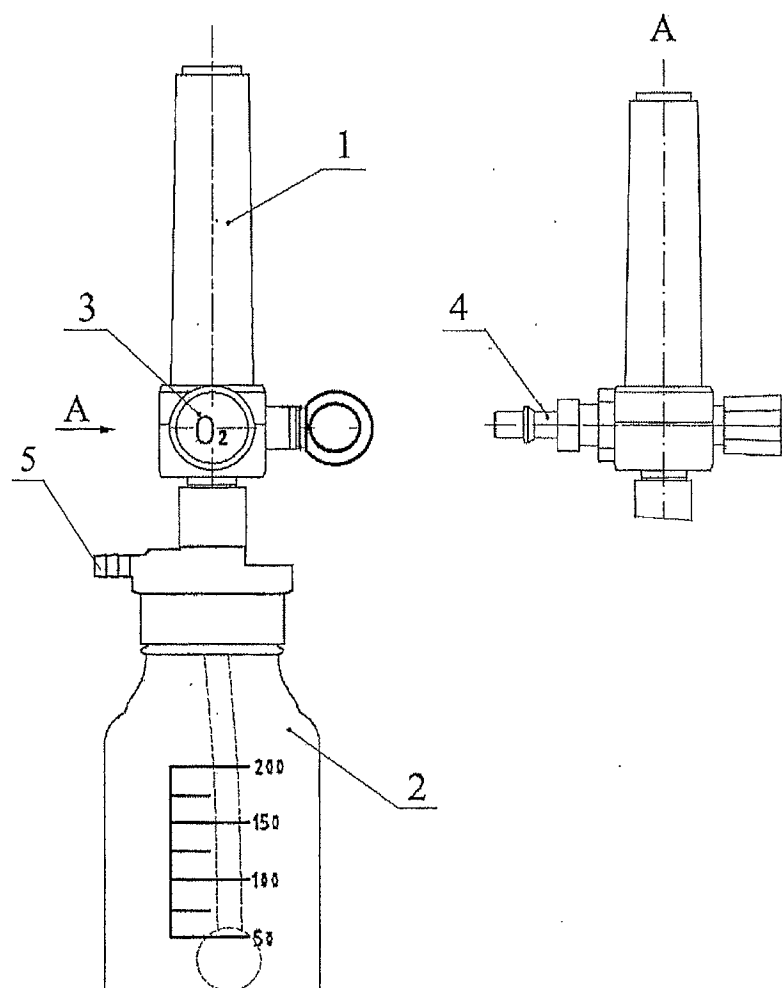

Рисунок 1. Общий вид расходомера-увлажнителя РУК-1П
2.4.1 Расходомер (флоуметр) (рисунок 1, позиция 1) представляет собой специальное устройство для редукции и увлажнения кислорода подаваемого пациенту. Расходомер поставляется потребителю калиброванным и в дальнейшем калибровки не требует.
2.4.2 Сосуд для увлажнения (рисунок 1, позиция 2) представляет собой емкость объемом 250 мл, вкручивающуюся в крышку расходомера посредством резьбового соединения. На крышке емкости крепится расходомер (рисунок 1, позиция 1).
2.4.5 Кислород подается в увлажнитель через штекер стандарта DIN 13260-2 (кислород) (рисунок 1, позиция 4).
2.4.6 Кислород проходит через расходомер, а затем поступает в придонную часть емкости, где расположен пузырьковый диффузор. Оттуда, проходя через слой воды, кислород поступает в верхнюю часть емкости и выводится, уже увлажненный, через выход к пациенту (рисунок 1, позиция 5).
2.4.7 Регулировка потока кислорода осуществляется путем вращения вентиля регулировочного (см. рисунок 1, позиция 3) до достижения поплавком требуемой величины на шкале индикатора расходомера (рисунок 1, позиция 1). **В направлении движения часовой стрелки доза уменьшается, против часовой стрелки – увеличивается, что графически показано на торцовой наклейке вентиля регулировочного.**
2.4.9 Увлажнитель крепится путем подсоединения штекера (рисунок 1, позиция 4) к медицинскому клапану DIN 13260-2 (кислород).
4.2.7 Поворачивая вентиль регулировочный (см. рисунок 1, позиция 3) против часовой стрелки, установить требуемый расход потока кислорода (см. таблица 1).